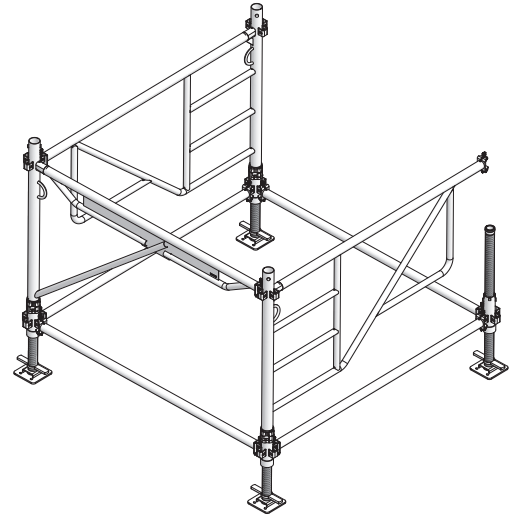

Abb. 10.1
8. Die Rahmen 100 MT von innen auf die verbleibenden Fußspindeln unter 45 Grad aufstecken und bis zur Arretierung nach außen drehen (Abb.10.1).